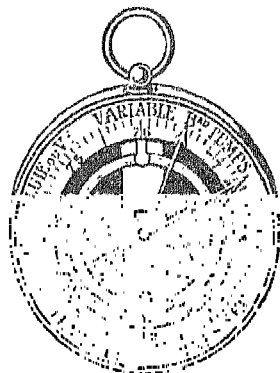

Fig. 5. — Baromètre métallique. La pointe de la plus longue aiguille indique la valeur (en millimètres) de la pression atmosphérique : ici 774 millimètres.
**REMARQUE 1.** — Dans certains baromètres métalliques, l'organe essentiel, au lieu d'être le couvercle d'une boîte vide, est un tube en métal mince, vide d'air en forme d'anneau. Il est maintenu en son milieu (fig. 5) ; ses extrémités sont libres ; elles se rapprochent quand la pression atmosphérique croît, s'écartent quand la pression baisse. Les manè-